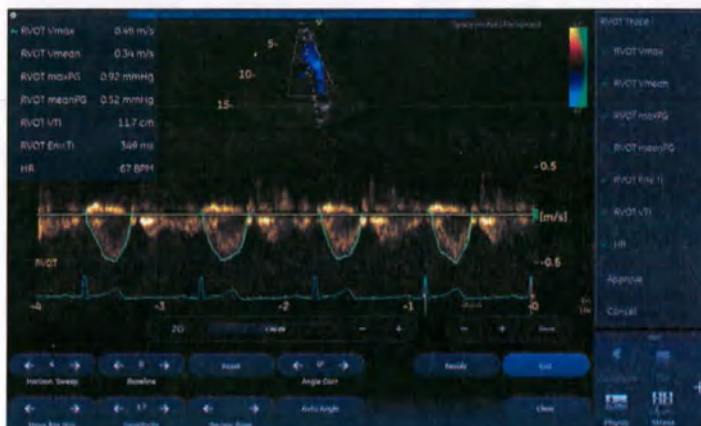

Рис. 8-36. Экран измерений Cardiac Auto Doppler
2. После этого будут созданы контуры трассировки, и на экране отобразятся усредненные значения, полученные в результате измерения, как показано на Рис. 8-36.